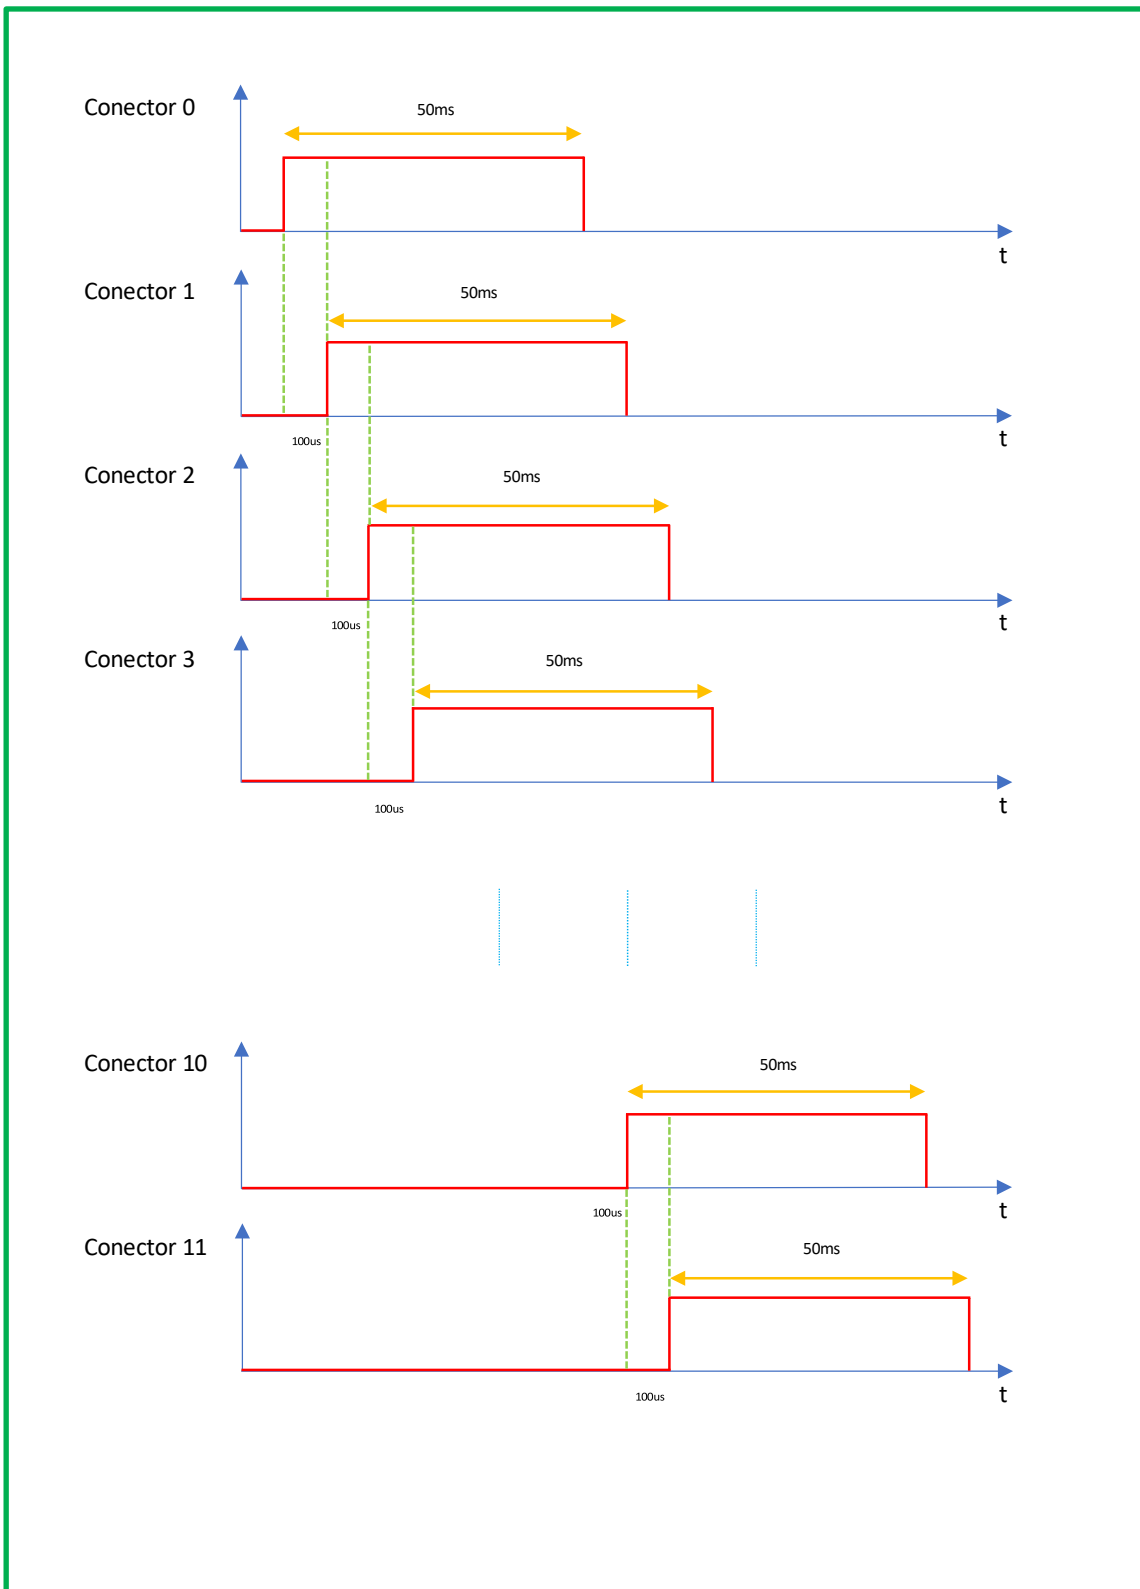

Figura 7: Pruebas en Serie en escala de microsegundos.
a.1) **Microsegundos:** El equipo generará un pulso de 50 milisegundos cada 100us en cada conector óptico, ver Figura 7.